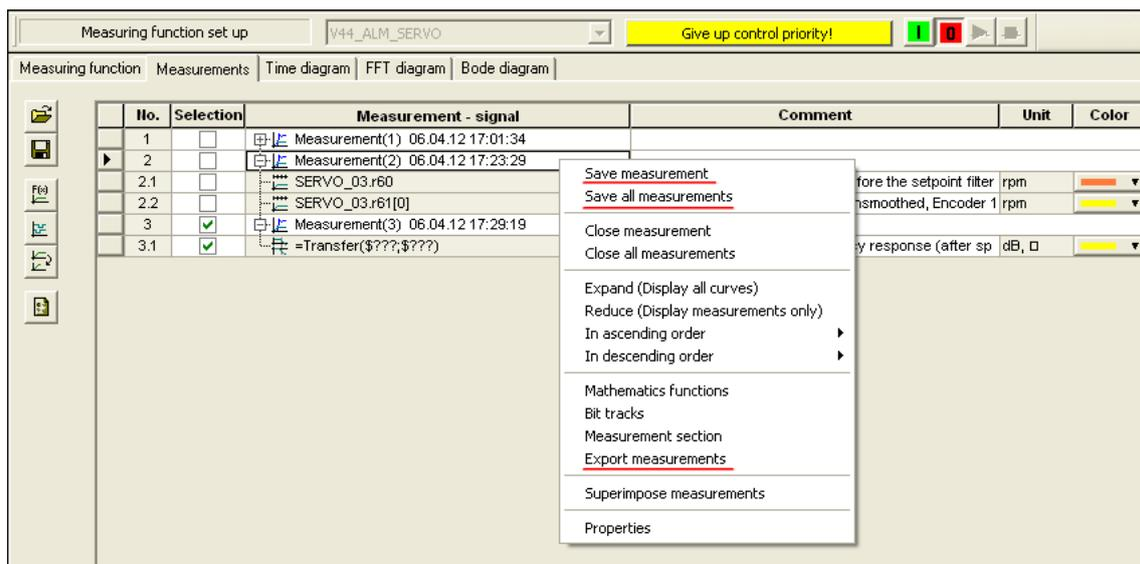

图 2 保存或导出 Trace 图形和波特图
2. 右键点击每一条记录，可以选择"Save measurement"来保存该记录，也可以选择"Save all measurements"来保存所有的记录，保存的.trc 文件可以在其他的项目中打开。另外，选择"Export measurements"可以导出所有记录，保存为.CSV、.xls 等格式的文件，如图 2 所示。